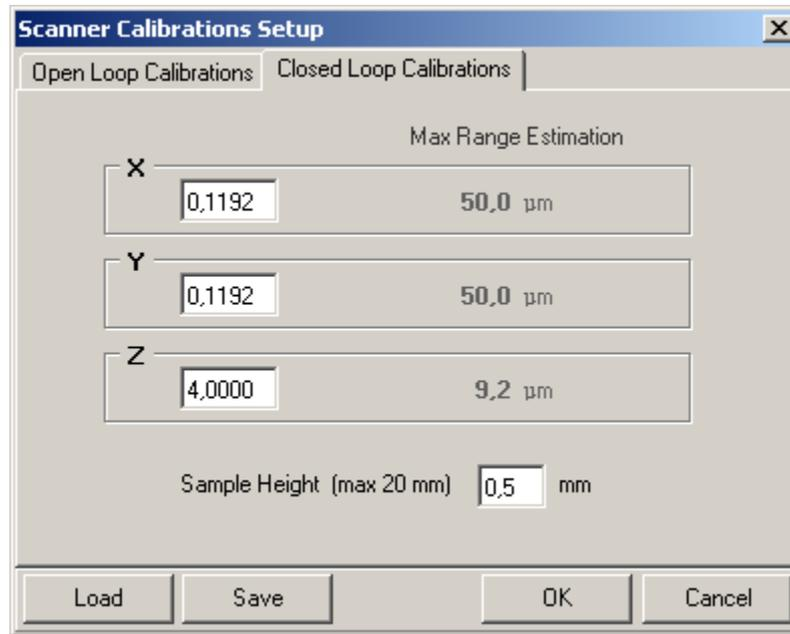

Рис. 2-23. Диалоговое окно **Scanner Calibrations Setup**
- b. Выберите вкладку **Closed Loop Calibrations** (Рис. 2-23).